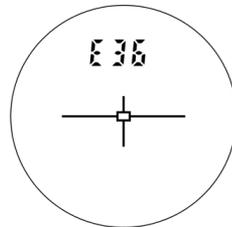

Abbildung 7
2. Vergleichen Sie die Anzeige im Sucher mit Abbildung 7 (Seite 10), um zu überprüfen, ob alle Indikatoren korrekt funktionieren.
Fehlercodes erscheinen auf der Hauptanzeige im Format „Exx“, wobei „xx“ die Nummer des Fehlercodes angibt. In Abbildung 7 wird als Beispiel der Fehlercode E36 illustriert.